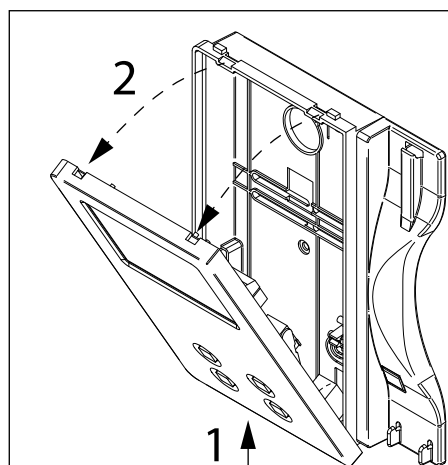

Fig. 1
1. Pour installer l'interphone vidéo il faut l'ouvrir en séparant la base du couvercle qui contient toute son électronique : débrancher le combiné de l'interphone vidéo en enlevant le plug correspondant donc, en consultant la **Fig. 1**, appuyer légèrement sur la partie inférieure en décrochant simultanément la partie supérieure en la tirant vers l'extérieur.